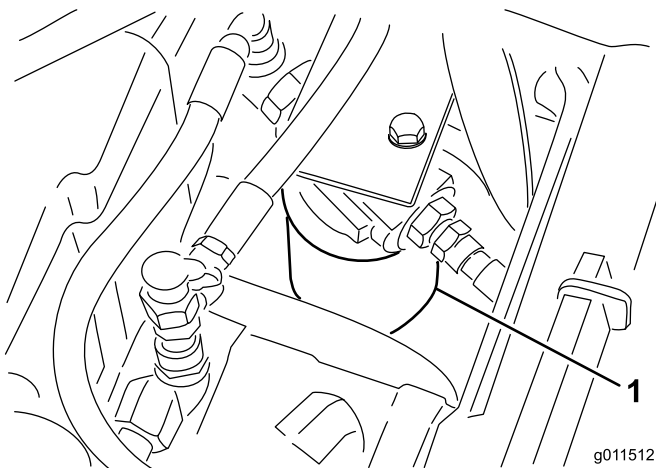

Figura 75
2. Pulite la superficie circostante il filtro. Collocate una bacinella di spurgo sotto il filtro e togliete il filtro (Figura 75).